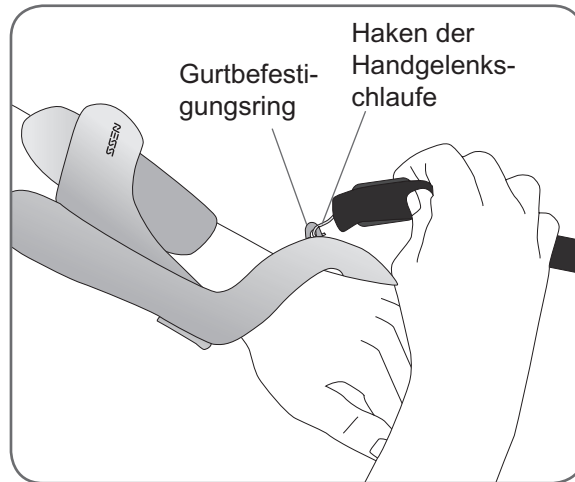

Abbildung 8-13: Anbringen der Handgelenkschleife der Orthese
6. Bringen Sie den Haken an der Handgelenkschleife der Orthese am Gurtbefestigungsring an (siehe Abbildung 8-13).